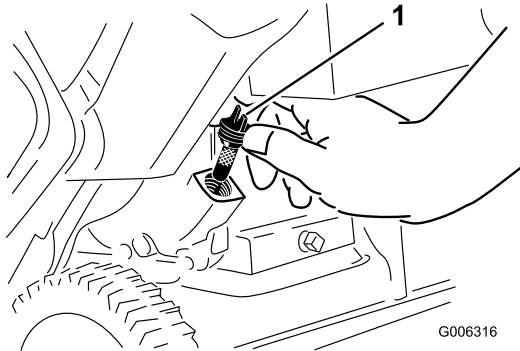

Figure 11
2. Nettoyez la surface autour du bouchon de remplissage d'huile (Figure 11).